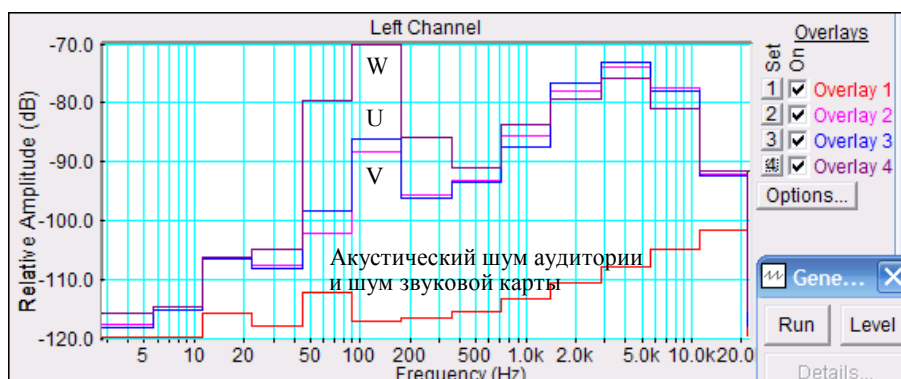

Рис.7.6. АЧХ функций W, U и V
- Скопируйте графики частотных характеристик U, V и W (рис.7.6) в файл вашего отчета.